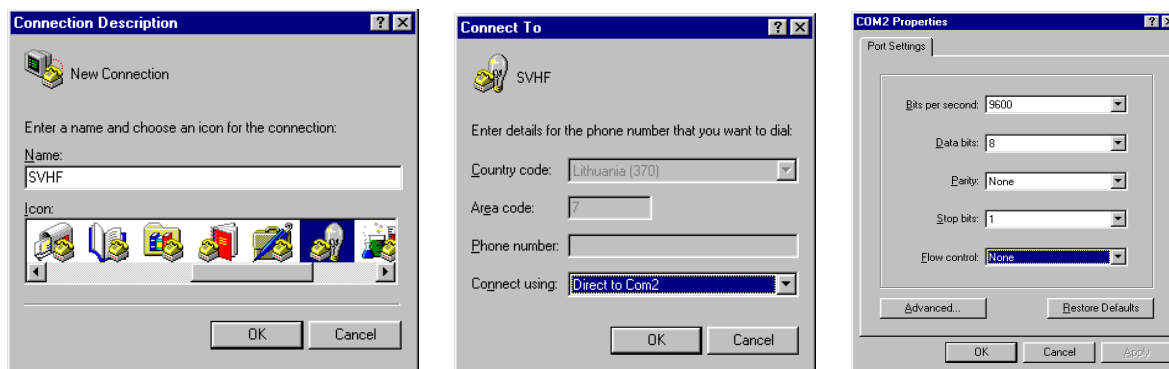

Рис.4.Пример установки параметров программы Hyper Terminal
2. Включите программу Hyper Terminal и установите следующие параметры: скорость передачи 9600 б/с, передача 8 битов, контроль счётности запрещён, один бит окончания передачи и запрещён контроль уровня (рис.4).